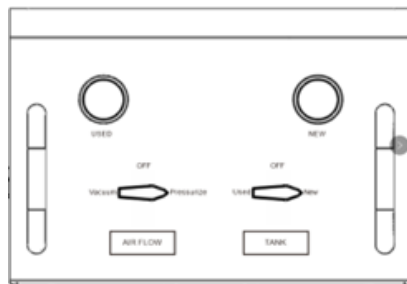

Fig 9.
6. Uruchomić silnik i sprawdzić ponownie poziom środka zapobiegającego zamarzaniu. Jeśli poziom środka zapobiegającego zamarzaniu opada, przekręcić lewy zawór „AIR FLOW” na panelu do pozycji „Pressurize”, a zawór prawy „TANK” do pozycji „NEW” (rys. 9), otworzyć
niu do pojazdu przez zbiornik przelewowy. Jak pokazano powyżej na Rys. 8 i Rys. 9.
5. Uruchomić silnik i sprawdzić poziom środka zapobiegającego zamarzaniu. Jeśli poziom środka zapobiegającego zamarzaniu spadnie, przekręcić lewy zawór na panelu „PRZEŁYW POWIETRZA” do pozycji „Zwiększ ciśnienie”, prawy zawór „ZBIORNIK” do pozycji „Nowy” (Rys. 9), otworzyć zawór na węź nowego płynu (Rys. 8), a następnie otworzyć zawór powietrza warsztatowego, aby dodać więcej nowego środka zapobiegającego zamarzaniu do pojazdu.
5. Uruchomić silnik i sprawdzić poziom środka zapobiegającego zamarzaniu. Jeśli poziom środka zapobiegającego zamarzaniu spadnie, przekręcić lewy zawór na panelu „PRZEŁYW POWIETRZA” do pozycji „Zwiększ ciśnienie”, prawy zawór do pozycji „Nowy” (Rys. 9), otworzyć zawór na węź nowego płynu (czerwony) (Rys. 8), a następnie otworzyć zawór powietrza warsztatowego, aby dodać więcej nowego środka zapobiegającego zamarzaniu do pojazdu przez zbiornik przelewowy.